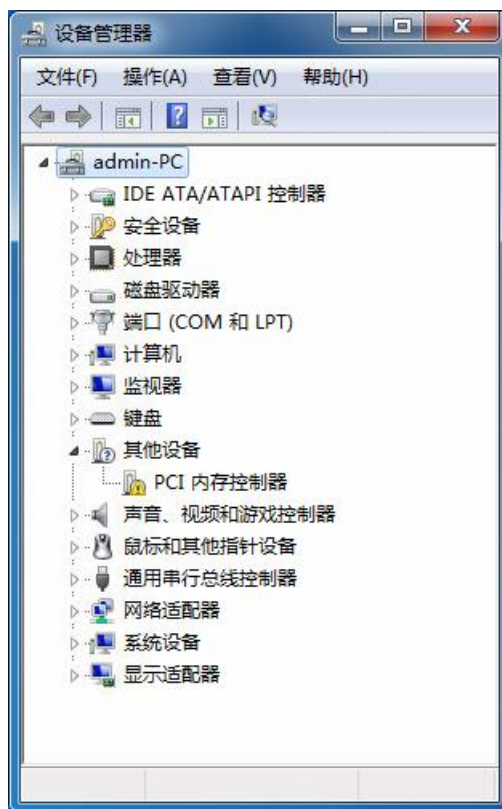

图 2-1 控制器驱动程序安装界面 1
- (1) 在硬件安装好，启动计算机后，Windows 将自动检测到运动控制器，打开“设备管理器”，如图 2-1 所示。